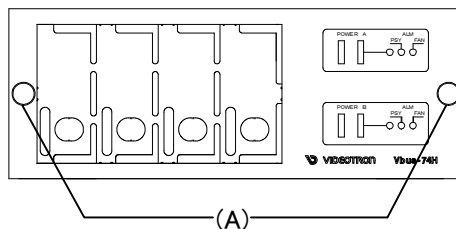

図 4-1 正面
- ・フロントパネル固定用ネジ(A)を十分に緩め、正面パネルをゆっくり手前に引いてカバーを外します。(図 4-1)